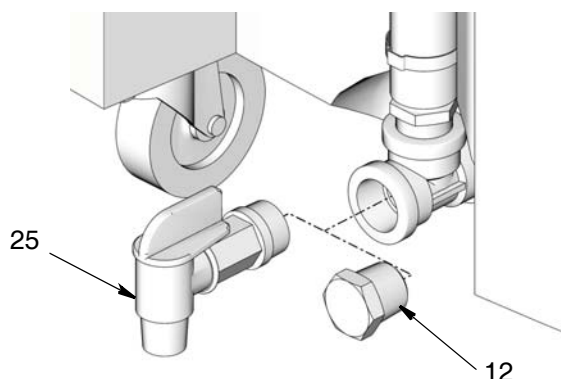

FIG. 1
- S'assurer qu'il y a un bouchon de vidange (12) pour les systèmes d'évacuation (voir aussi le manuel d'instructions 308719.)
- Pour les systèmes alimentés par gravité, retirer le bouchon de vidange (12) et installer un robinet de vidange (25).
REMARQUE: FIG. 1 Le robinet de vidange (25) est montré en position fermée. Pour l'ouvrir, tourner la poignée dans la direction opposée au réservoir..
Avant d'ajouter un fluide dans le réservoir, vérifiez que le bouchon de vidange (12) est en place ou que le robinet de vidange (25) est fermé et que sa poignée est orientée vers le réservoir (FIG. 1, page 4).
Quand le réservoir est plein, videz les fluides en enlevant le bouchon de vidange (12) (voir les instructions du manuel du système d'évacuation 308719) ou tournez la manette du robinet de vidange (25) (FIG. 1, page 4) pour qu'il pointe dans la direction opposée au réservoir et vider le contenu du réservoir dans un container de recyclage homologué.